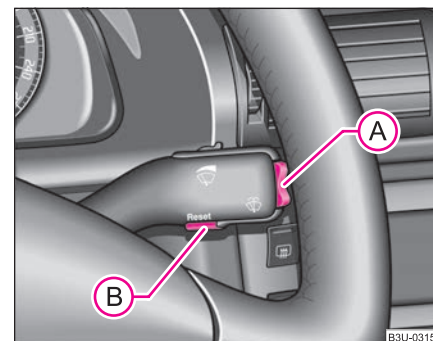

Fig. 11 Display de información: Elementos de mando
- El menú se activa pulsando la tecla basculante (A) ⇒ fig. 11 durante más de 1 segundo. ▶
- Con la tecla basculante (A) se puede elegir entre los menús. Tras pulsar brevemente la tecla (B) o tras soltar la tecla basculante (A) (después de unos 4 seg.) se mostrará la información elegida.
Tras 10 segundos o después de accionar la tecla basculante **(A)** ⇒ página 23, fig. 11 desaparecerán los avisos de perturbación y se registrarán bajo el dato **CAR STATUS (ESTADO DEL VEHÍCULO)**.